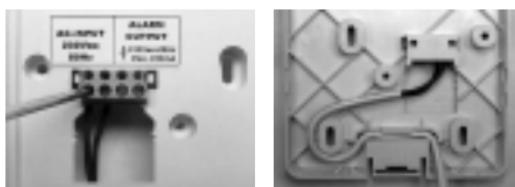

Figura 4. Connessioni del cablaggio elettrico.
Il rivelatore deve essere collegato direttamente e permanentemente alla rete elettrica da 230 V collegando il cavo di rete al morsetto di connessione presente sul supporto, ai **2 poli del lato sinistro del connettore** contraddistinti dalla scritta "AC-INPUT 230V" (Vedi Figura 4), lasciando gli altri 2 contraddistinti dalla scritta "ALARM OUTPUT" per la connessione di una valvola di esclusione a 230V.
- 1.- Collegare il cavo di alimentazione in dotazione al morsetto di connessione. (Vedi Figura 4)